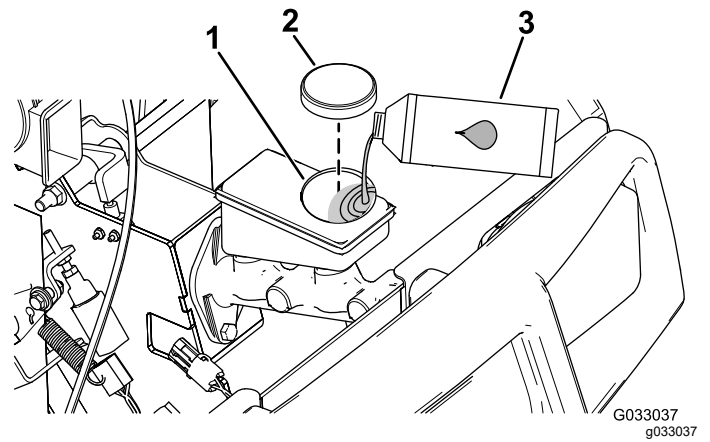

图 17
- 抬起机罩可接触到主刹车油缸和油箱图 17。
- 清洁油箱盖附近的区域并取下油箱盖图 17。
- 安装油箱盖图 17。